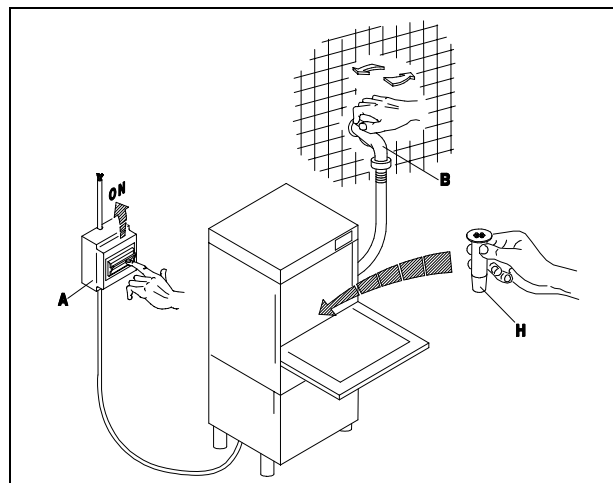

Bild. 3-1
- Öffnen Sie den Wasserhahn (B) und betätigen Sie den Hauptschalter (A). Beim Betätigen des Hauptschalters (1) am Geschirrspüler wird die Anzeige (A) aufleuchten, an der Sie erkennen können, daß die Maschine unter Spannung steht. Bei geschlossener Tür läuft Wasser in die Maschine; ist die nötige Wassermenge einmal erreicht, so schalten die Heizungen des Tanks und des Boilers automatisch, eines nach dem anderen, ein. Der Betrieb der Heizungen wird durch das Aufleuchten der Anzeigen (D) und (E) erkennbar. Beide Leuchtanzeigen erlöschen, wenn das Wasser eine vorbestimmte Temperatur erreicht hat, d. h. wenn die Maschine betriebsbereit ist. (Bild. 3-1 - 3-2)